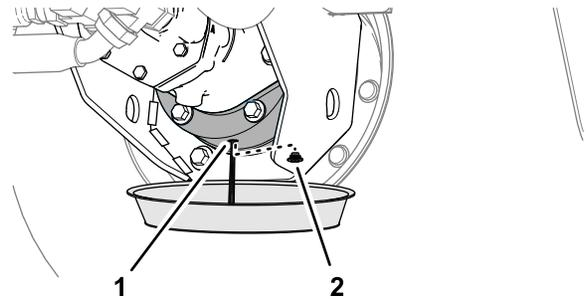

**Figura 86**
- Coloque um recipiente de escoamento debaixo do cubo da transmissão da engrenagem planetária, retire o tampão de escoamento, tampão de enchimento e tampão de verificação e deixe o óleo drenar completamente (Figura 86).